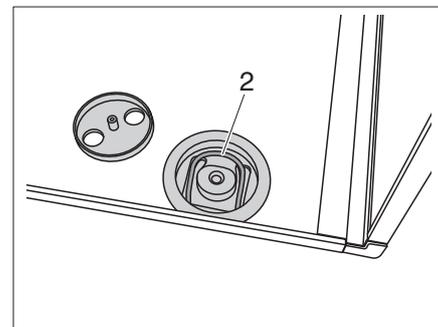

Fig. 27 Ribaltare la staffa verso l'alto
- Ribaltare la staffa (Fig. 27,2) verso l'alto.